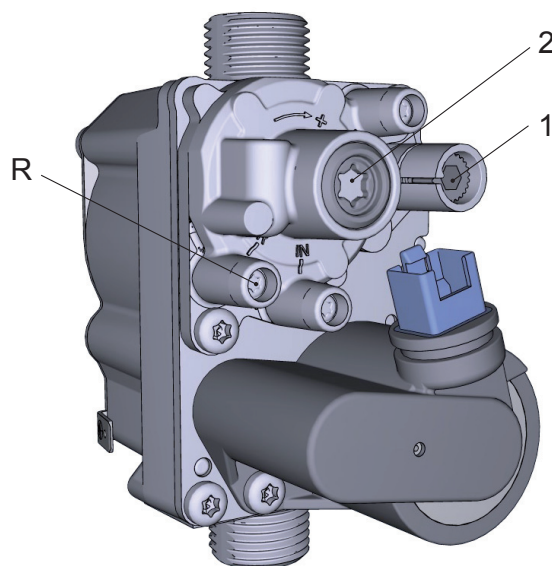

Figure 24
- si les valeurs sont différentes des valeurs indiquées, la teneur en CO₂ doit être réglée ; tournez les vis de paramétrage de la valeur maximale (1 - fig. 24) afin de paramétrer la teneur en CO₂ sur les valeurs indiquées ;
- si les valeurs de la teneur en CO₂ sont différentes de celles indiquées, la vis OFF-SET (DÉCALAGE) (2 - fig. 24) doit être réglée et vous devez vérifier si la teneur en CO₂ est correcte :
- de -9 à -13 Pa avec le manomètre différentiel, au point de prise de pression (R - fig. 24)